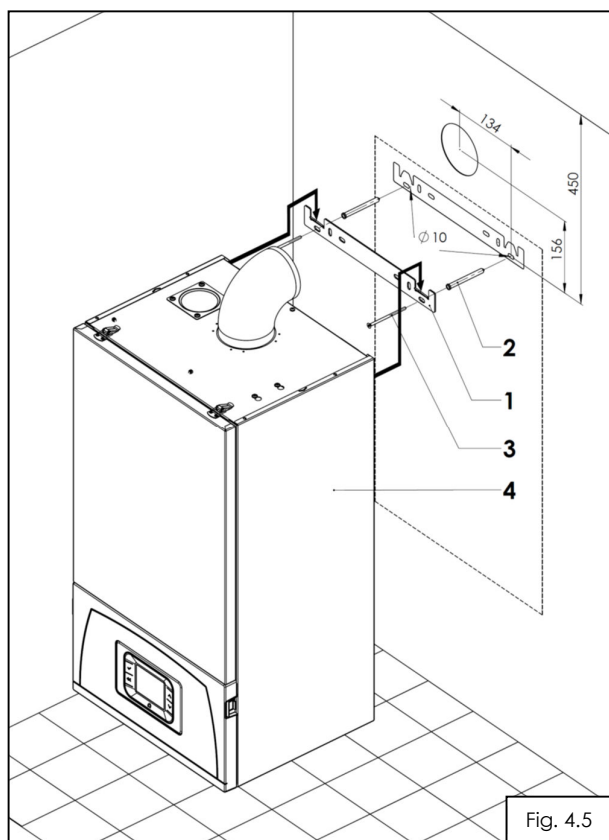

Fig. 4.5
- Executați prin găurire două orificii pentru fixarea suportului centrala (1);
- montați suportul centrala (1) cu diblurile și suruburile furnizate (2, 3) pe perete (fig.4.5);
- suspendați centrala (4) pe suportul centrala.